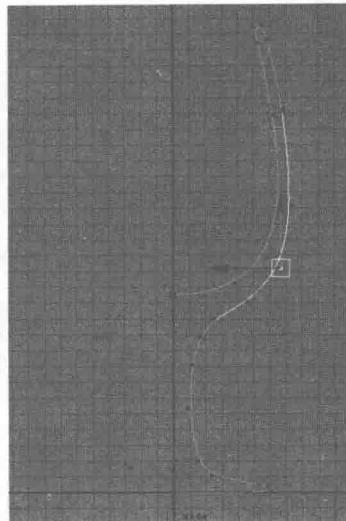

图 1-10
7) 如果曲线绘制不够理想, 可以选中曲线并按<F8>键进入“点编辑”模式, 通过 (移动工具) 对曲线进行移动编辑。在编辑完成后, 再次按<F8>键关闭点编辑模式, 如图 1-10 所示。